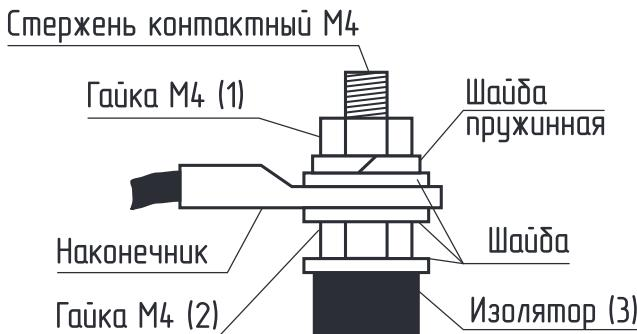

Рис.18 Присоединение проводов к выводам блок ТЭН
- При замене блок ТЭН присоединение фазных проводов к выводам блок ТЭН производить согласно Рис.18. Сечение кабеля указано в Таб.1 и Таб.2;
- Провод нейтрали «N» подключить на перемычку блока ТЭН (Рис.18).